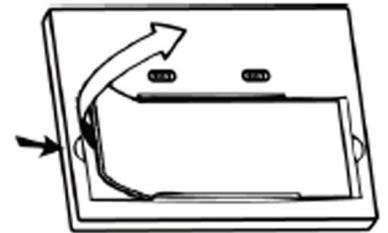

Fig.6
- a. Remplacement de la lentille intérieure du couvercle : Pour enlever la lentille intérieure du couvercle, tirez sur son rebord supérieur (Fig. 6).